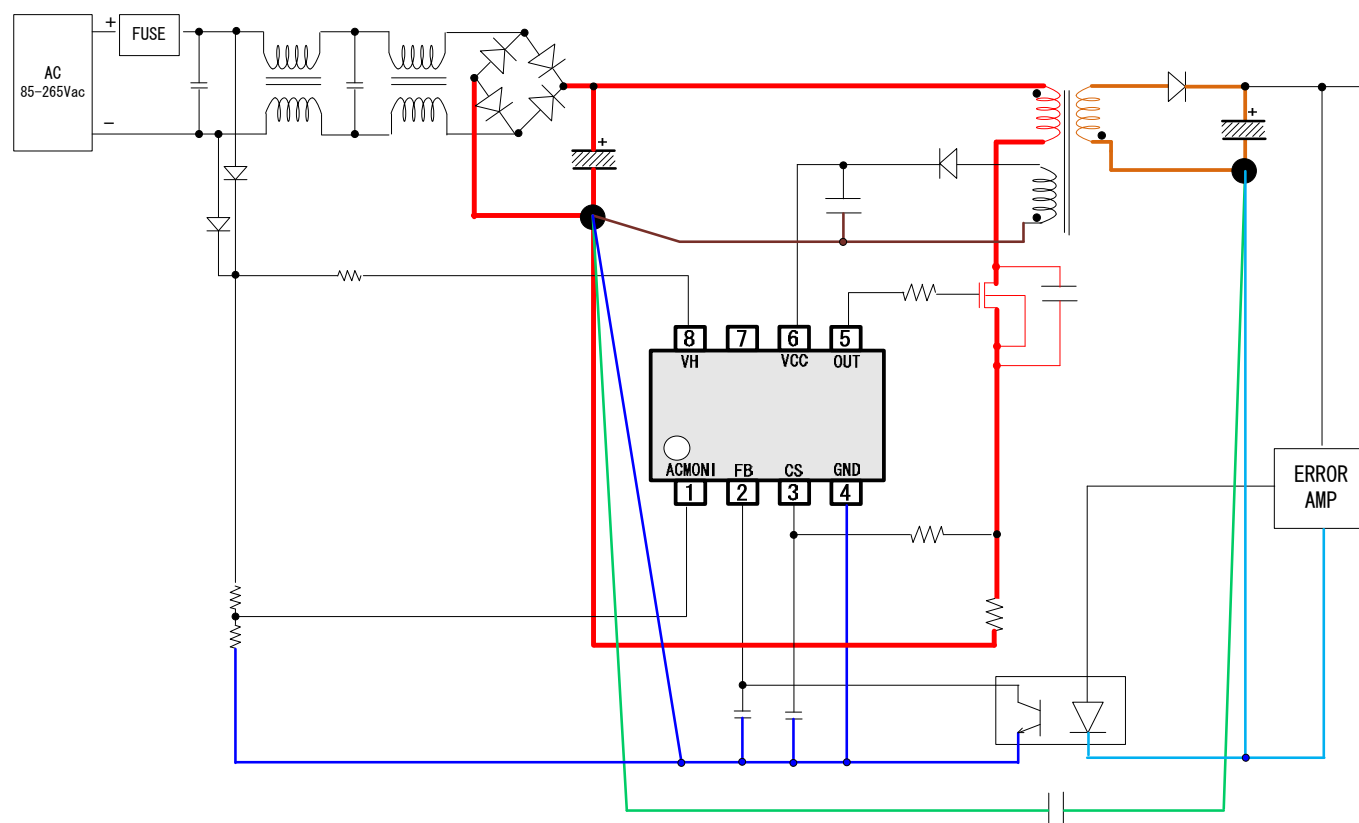

Figure 29. 基板レイアウトパターン
- ① Figure 29 で示す赤ラインは大電流経路であり、リンギングや損失の発生要因となるため、できるだけ太く短く、レイアウトしてください。
- ② Figure 29 の二次側の橙色ラインも赤ライン同様に太く短く、小さいループでレイアウトしてください。
- ③ 赤ライン、茶色ライン、青ライン、緑ラインの GND は一点接地してください。
- ④ 緑ラインはサージを二次側のサージを一次側に逃がす経路となり、瞬間的に大きな電流が流れるため、赤ラインや青ラインと独立して配線レイアウトしてください。
- ⑤ 青ラインは IC 制御用の GND ラインです。大きな電流は流れませんが、ノイズの影響を受けやすくなるため、赤ラインや緑ライン、茶色ラインと独立して配線レイアウトしてください。
- ⑥ 茶色ラインは VCC 端子に流れる電流経路です。スイッチング時に電流が流れるため、この経路も独立してレイアウトしてください。
- ⑦ トランスの直下は磁束の影響を受けるため、IC 制御ラインを引かないで下さい。